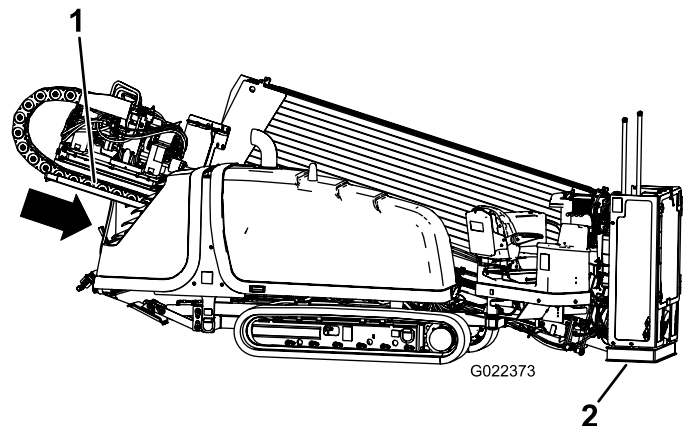

Figura 44
4. Abaixue a lança, inclinando-a até a placa entrar em contato com o solo (Figura 44).